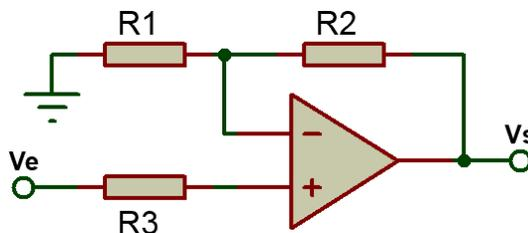

Figura 3.3. Diagrama de un amplificador no inversor.
*Amplificador no inversor*, se puede observar en la figura 3.3 que la entrada negativa se conecta a tierra a través de una resistencia y su ecuación característica es: